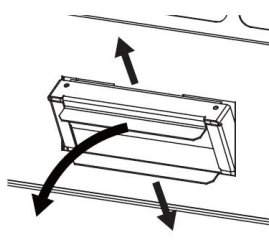

図9
- ② ケーブルクランプを手前に倒すとケーブルクランプが上下に分離します。(図9参照)